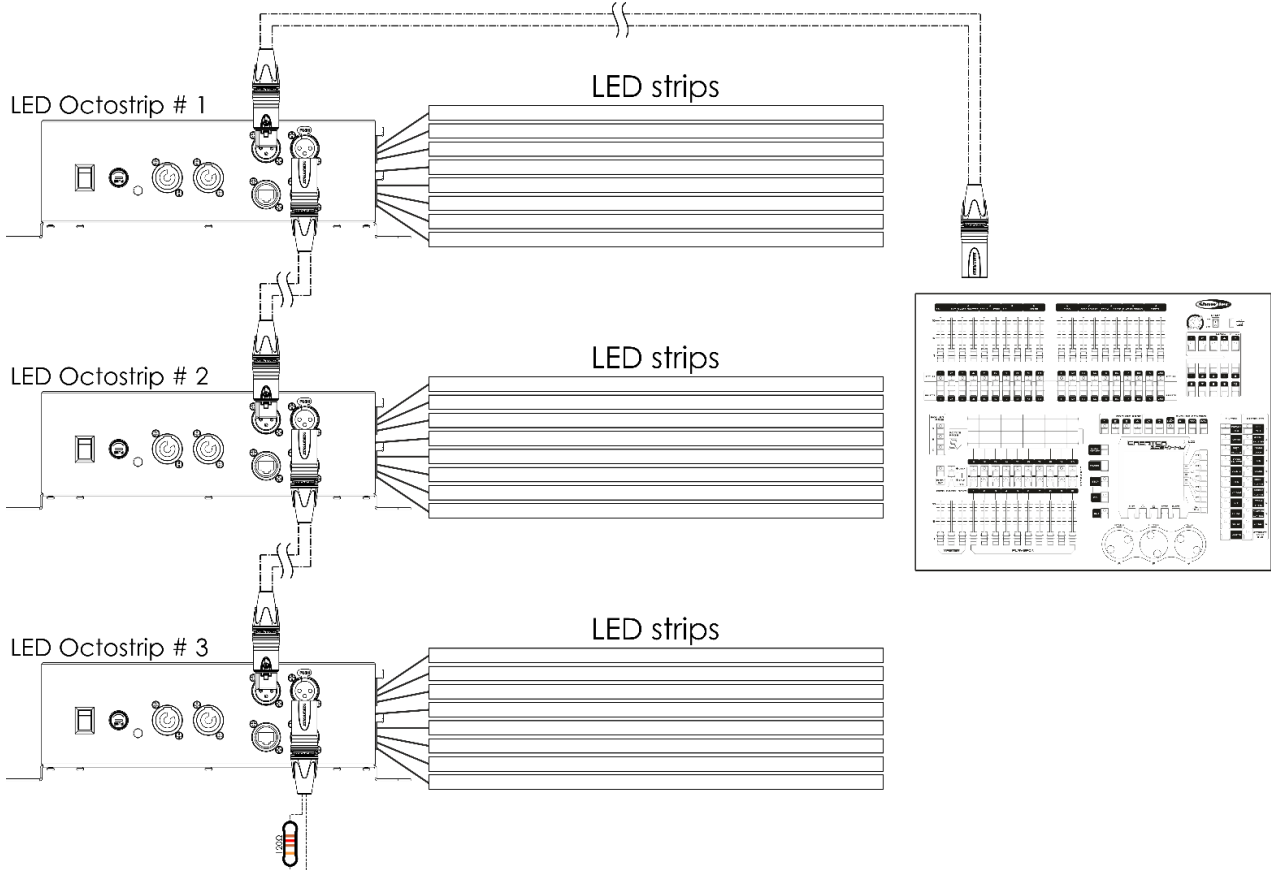

Fig. 05
- 04) Conecte las unidades entre ellas como se indica en la Fig. 05. Conecte un cable de señal DMX que vaya desde el conector DMX OUT (salida) de la primera unidad al conector DMX In (entrada) de la segunda unidad. Repita este proceso para interconectar las unidades segunda, tercera y cuarta.